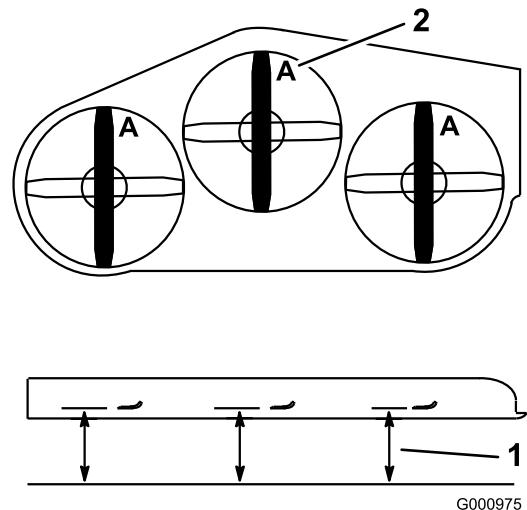

Bild 102
4. Messen Sie von einer ebenen Fläche bis zu den Schnittkante (Stellung **A**) der Messer (Bild 102).